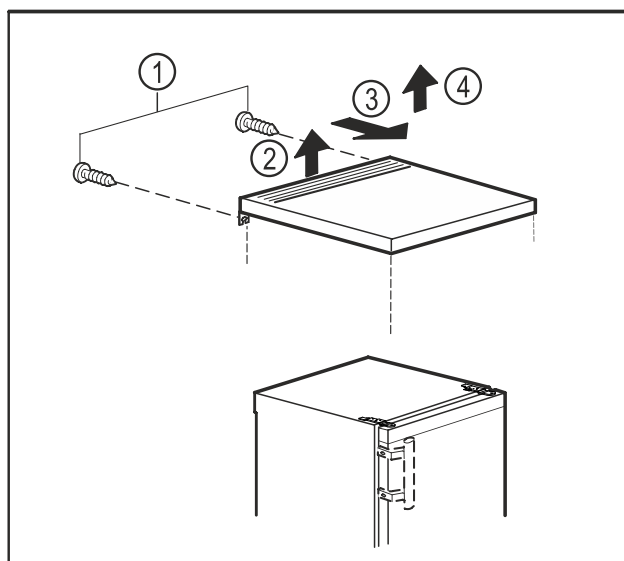

Fig. 10
- ▶ Îndepărtați șuruburile de pe partea posterioară. Fig. 10 (1)
- ▶ Ridicați placa mesei din spate. Fig. 10 (2)
- ▶ Împingeți placa mesei în față. Fig. 10 (3)
- ▶ Detașați placa mesei în sus. Fig. 10 (4)